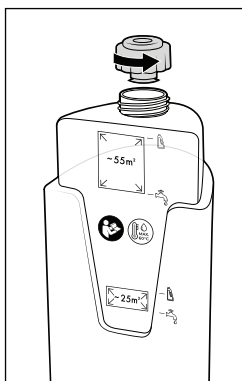

Fig. 7
- ♦ Dé la vuelta al depósito de agua limpia 11 y desenrosque el tapón de cierre (consulte la fig. 7).